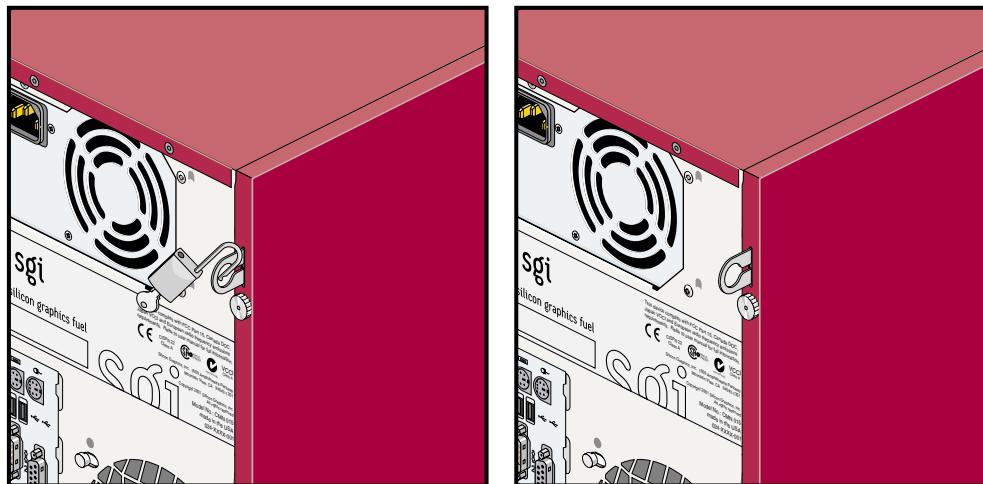

図 4-3 南京錠の取外し
3. システムに施錠穴が取付けられている場合は、南京錠を取外します（図 4-3 を参照してください）。ロックが取付けられていない場合は、次の節に進みます。